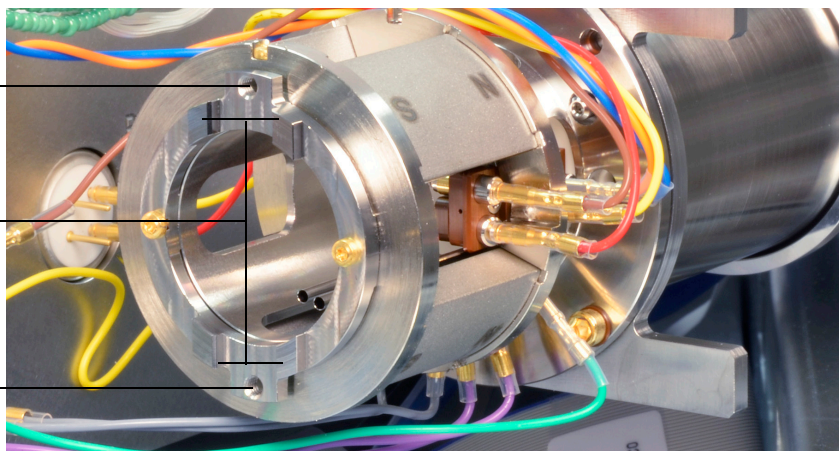

Figure 62. Le radiateur de la source EI HES
- 3 Aligner la source d'ions afin que l'ouverture fendue de l'ensemble lentilles, où les numéros de lentille sont visibles, se trouve sur le côté droit. La positionner également afin que les deux languettes de fixation du support de la source soient alignées sur les fentes correspondantes du radiateur de la source. (Voir **Figure 62**). Glisser la source dans le radiateur de la source jusqu'à ressentir une résistance.
- 6 Installer les vis moletées et les serrer à la main. Ne pas serrer les vis moletées trop fort. (Voir **Figure 62** page 212.)